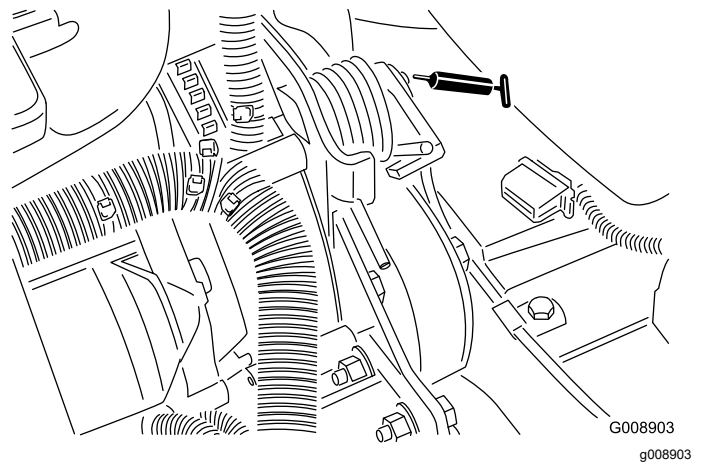

Bild 42
- Riemenspannzapfen (**Bild 42**)